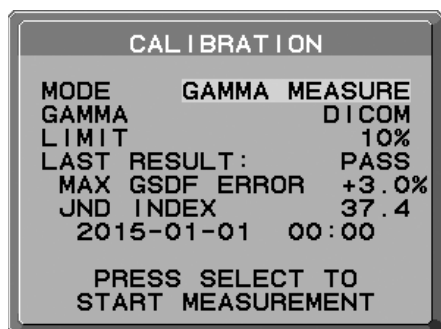

Рисунок D.1
2. Используйте кнопки ВЛЕВО или ВПРАВО, чтобы в настройке MODE (РЕЖИМ) выбрать команду GAMMA MEASURE (ИЗМЕРЕНИЕ ГАММЫ) (**Рисунок D.1**).